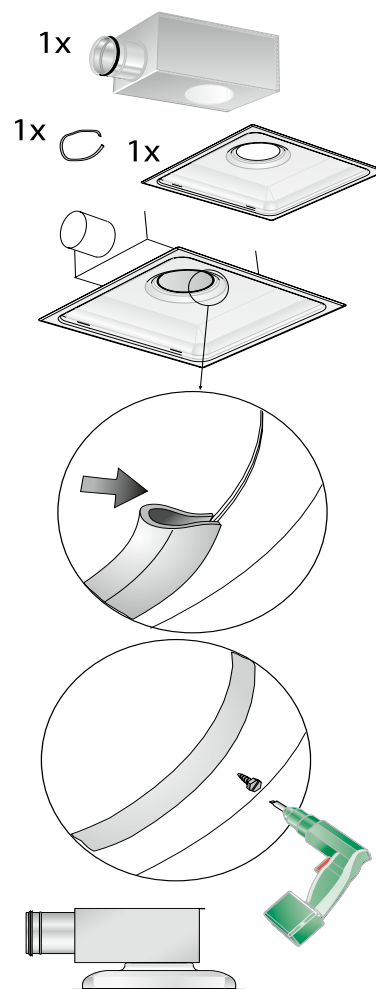

Figure 6. Installation d'un diffuseur et d'un plénum d'équilibrage ALS de hauteur réduite.
- Le diffuseur et le plénum d'équilibrage ALS de hauteur réduite sont centrés l'un par rapport à l'autre à l'aide de l'attache fournie. Fixer le diffuseur dans la bonne position, sous le plénum d'équilibrage, à l'aide de vis ou de rivets – se reporter à la figure 6.